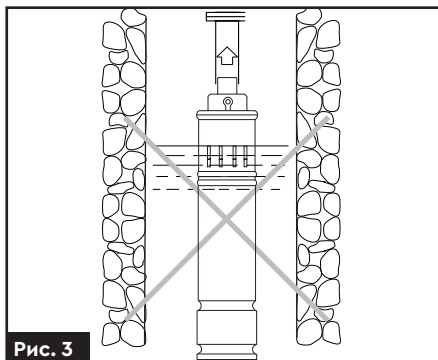

Рис. 3
- › Заборонено експлуатацію насоса при недостатньому рівні води в свердловині (колодязі), щоб уникнути роботи насоса без води (**рис. 3**). Необхідно обладнати систему водопостачання захистом від «сухого ходу», для чого рекомендуємо встановити електричний контролер тиску.